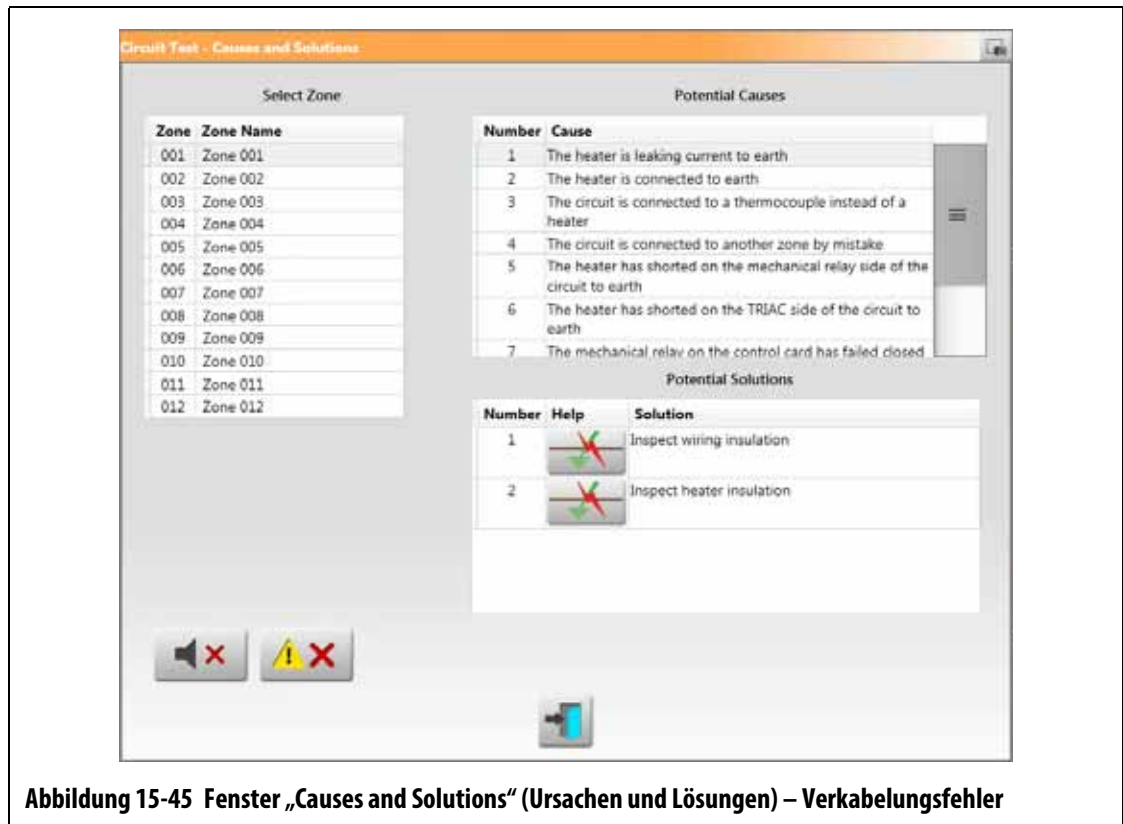
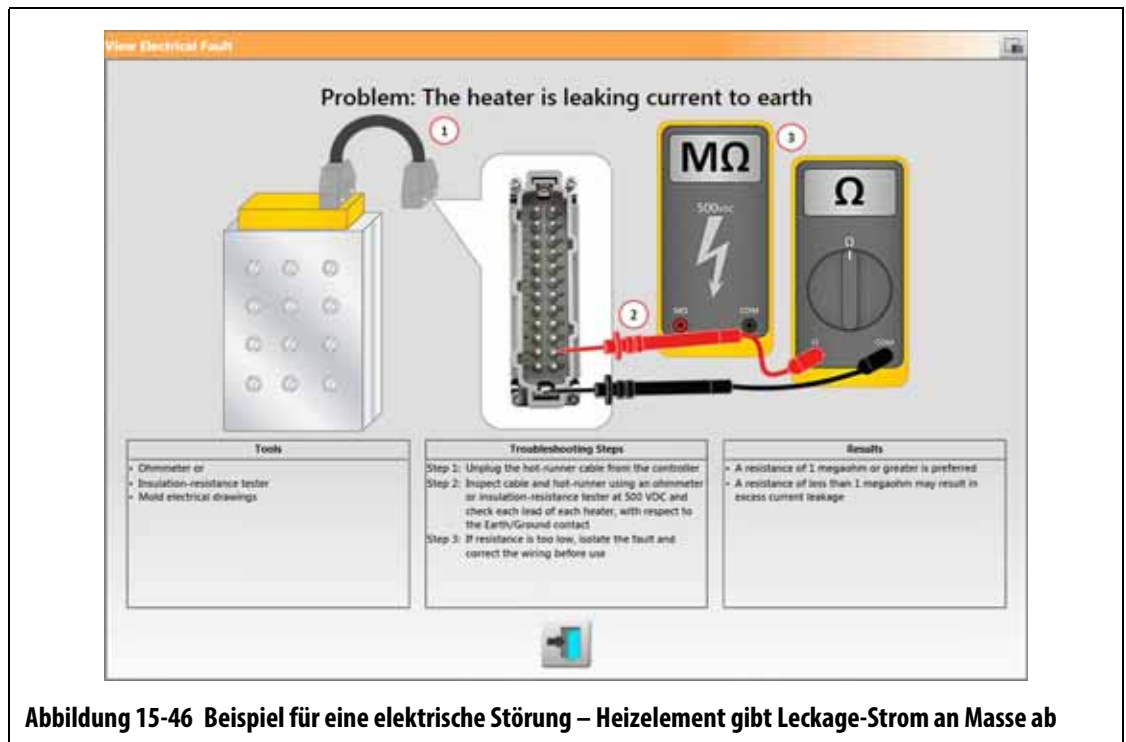

Abbildung 15-45 Fenster „Causes and Solutions“ (Ursachen und Lösungen) – Verkabelungsfehler
Abbildung 15-46 Beispiel für eine elektrische Störung – Heizelement gibt Leckage-Strom an Masse ab
Wenn der Regler einen Stromkreistest durchführt, schaltet er das System ab und meldet dem Benutzer, falls während des Tests Fehler erkannt wurden. Der Regler zeigt ein Fenster mit Daten zu möglichen Ursachen und Lösungen an. Siehe Abbildung 15-45. Dieses Fenster lässt sich auch über die Schaltfläche **Display Failure Daten** (Daten zu Displaystörungen) im Bildschirm **System Setup** (Systemeinrichtung) öffnen (Registerkarte **Heats Setup** (Hezelementeinrichtung), Registerkarte **Monitoring** (Überwachung)).
- **View Electrical Fault** (Elektrische Störung anzeigen) – Berühren Sie diese Schaltfläche, um eine Abbildung anzuzeigen, anhand der sich die Störung einfacher beheben lässt. Außerdem wird eine Liste von möglichen Hilfsmitteln, Verfahrensschritten und Resultaten angezeigt. Die Schaltfläche **View Electrical Fault** (Elektrische Störung anzeigen) wird in Abbildung 15-45 angezeigt. Unter Abbildung 15-46 finden Sie ein Beispiel des Fensters für die Fehlerbehebung für einen Fehler des Typs „Heizelement gibt Leckage-Strom an Masse ab“.